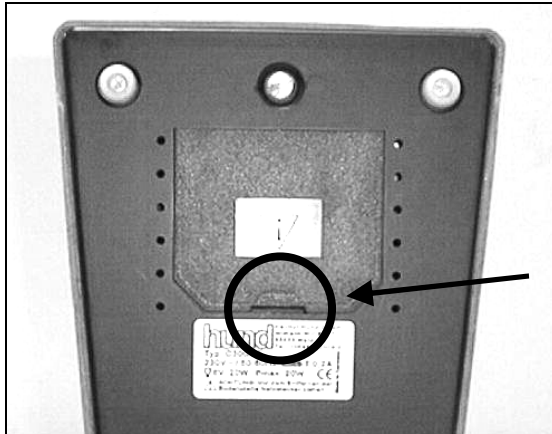

Abb. 49: Stativfuß mit Abdeckklappe Beleuchtung. Pfeil: Entriegelung.
- Beleuchtungsmodul durch Einführen eines Schraubendrehers entriegeln (Abb. 49).